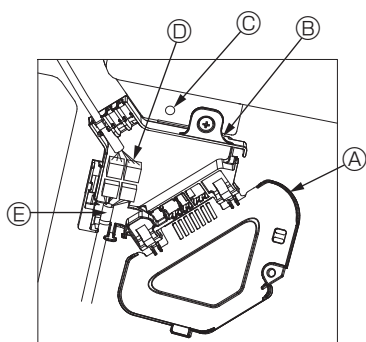

Fig. 5-9
- ① Снимите один винт, которым крепится крышка коннекторной коробки, переместите крышку по направлению, обозначенному стрелкой на схеме, откройте крышку.
- ② Поместите в коннекторную коробку соединительный провод для мотора дефлектора решетки и провод мотора дефлектора. Соедините провода. (Fig. 5-9) Существует два разъема мотора дефлектора: синий и оранжевый. Убедитесь, что при подключении цвета совпадают.